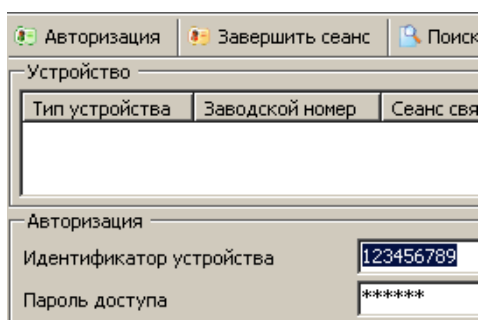

Рисунок 6.11 – Авторизация устройства
6.12 В разделе авторизация установить идентификатор счетчика и пароль доступа (рисунок 6.11). Нажать на кнопку «Авторизация».